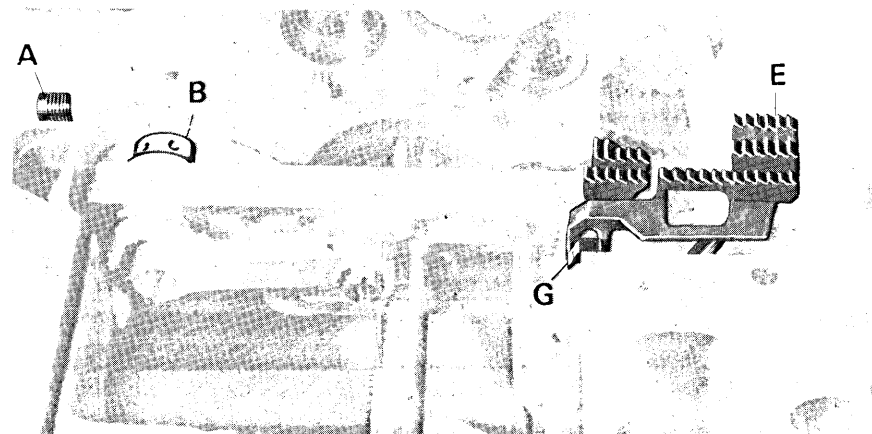

fig. 9
- Montare la griffa anteriore differenziale E con la vite G senza bloccarla (fig. 9).